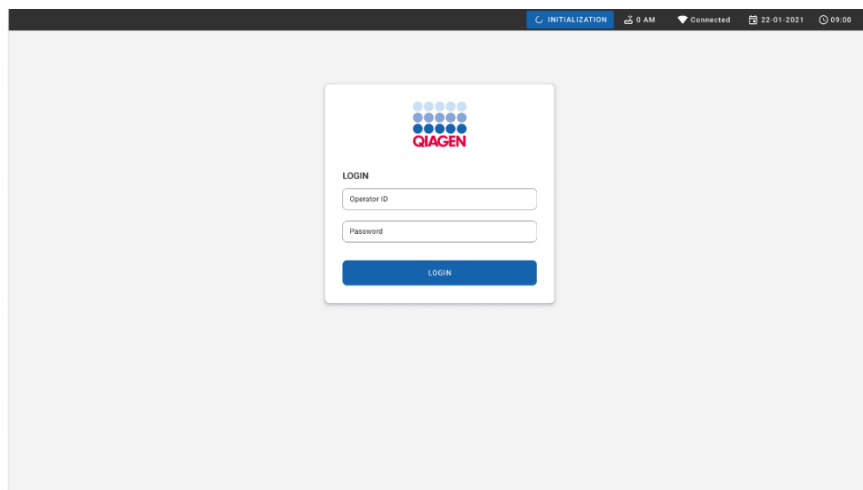

Figura 50. Schermata di accesso
3. Accedere al sistema quando appare la schermata di accesso(Figura 50).